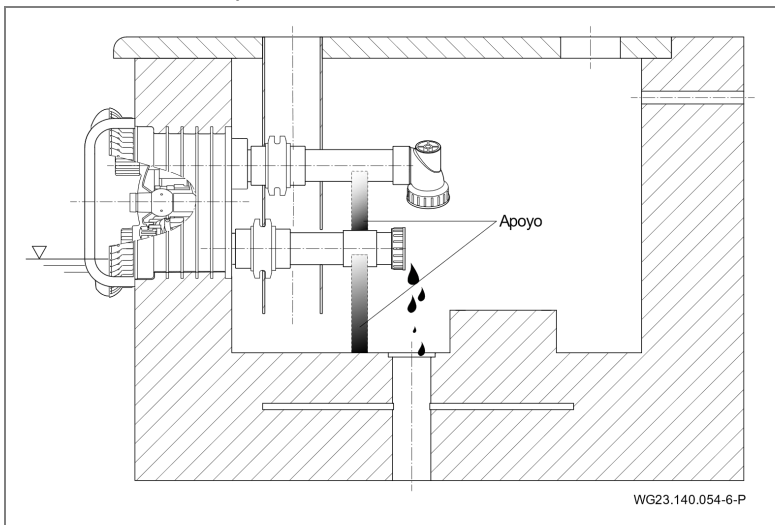

Fig. 29
3. Descargar la tubería de aspiración e impulsión por medio de apoyos. Ver "Fig. 29".